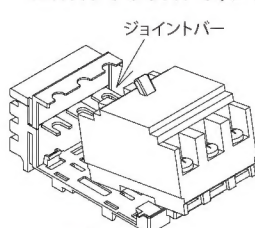

図1
- ①ブレーカの電源側端子をi plug-sのジョイントバーに差込みます。(図1)